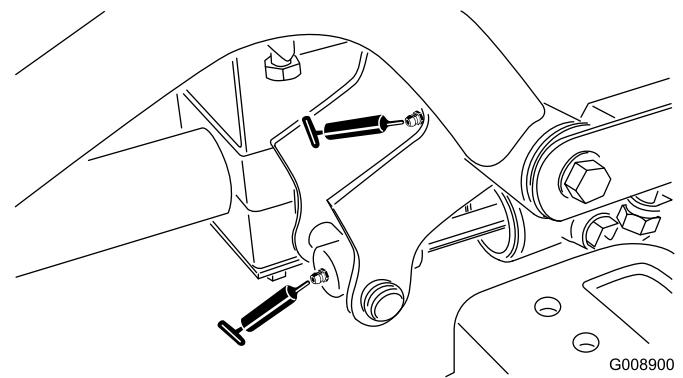

Bild 37
- Rechte vordere Hubarm-Drehbüchsen und Hubzylinder (2) (Bild 37)